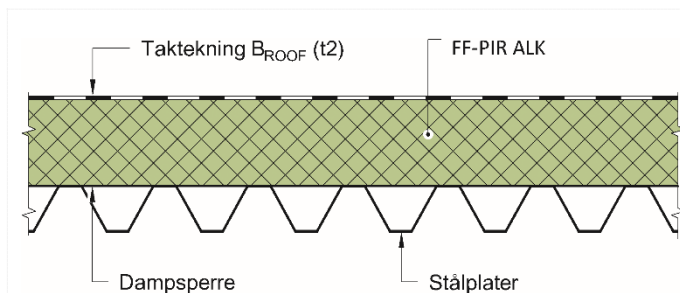

Fig. 2
- På takkonstruksjoner av profilerte stålplater, betongelementer (hulldekker eller DT-elementer) eller plasstøpt betong kan FF-PIR ALK brukes uten å være tildekket på undersiden med ubrennbar isolasjon, se Fig. 2, 5 og 7.
- På takkonstruksjoner av profilerte stålplater, betongelementer (hulldekker eller DT-elementer) eller plasstøpt betong kan FF-PIR ALK brukes uten å være tildekket på oversiden med ubrennbar isolasjon, eller med oppdeling av takflaten i delarealer på maksimalt 400 m² med ubrennbar isolasjon, se Fig. 2, 5 og 7.